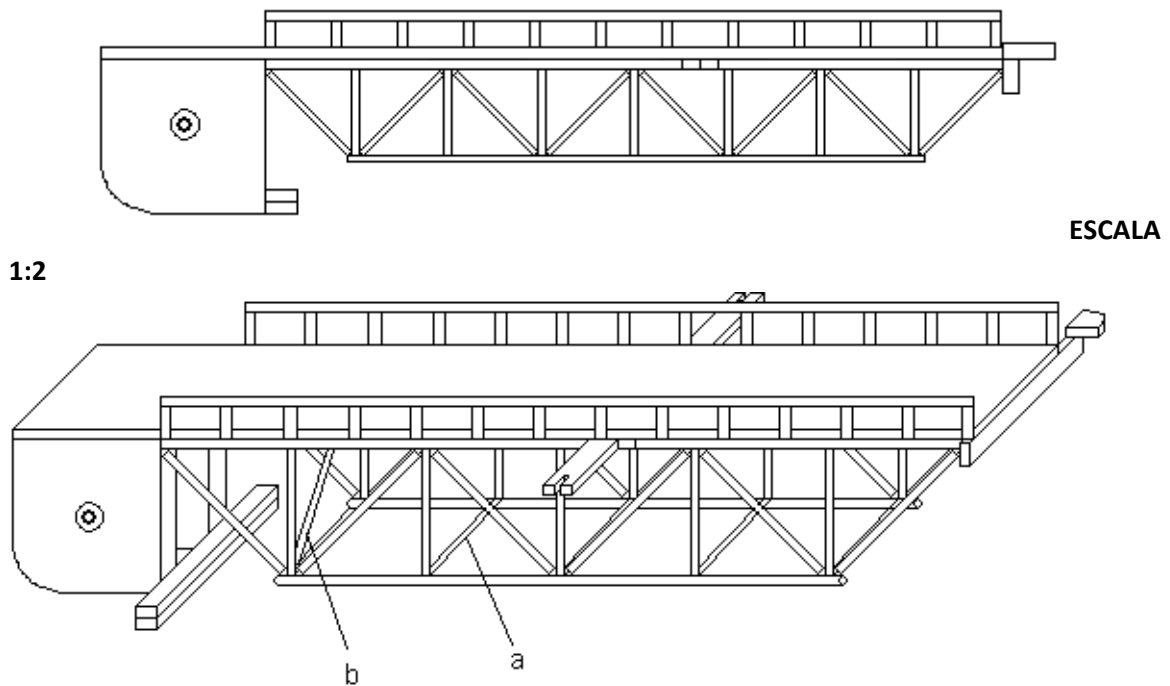

Figura 10
Construir primero un lateral, luego el otro, pegarlos por la parte inferior y a cada lado del tablero pasarela y finalmente, unir los dos laterales por la parte inferior con los travesaños (a) y pegar una diagonal (b) en cada extremo, triangulando así los extremos del armazón, como se indica en la figura 10.
3.1.12. Construcción de las barandillas como se indica en la figura 10 distribuyendo estéticamente las columnas de las mismas. A continuación encolarlas y pegarlas en los correspondientes laterales del tablero pasarela.
**NOTA:** Verificar que ni el armazón ni las barandillas sobresalgan de las dimensiones marcadas en la figura 10 de modo que puedan impedir la elevación o bajada del puente por rozamientos con sus apoyos.